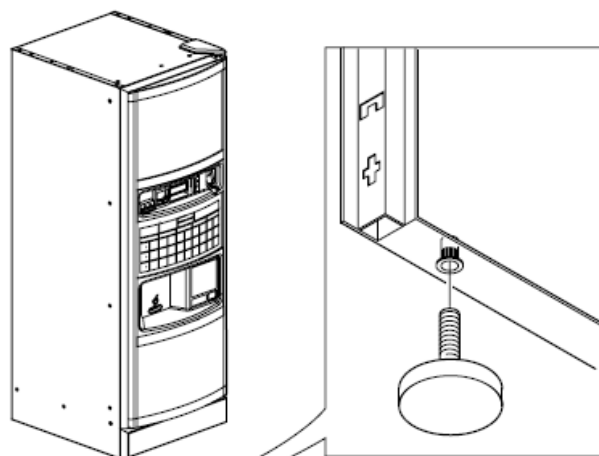

Рис. 3.5
- Уберите поддон и вставьте 4 ножки в резьбовые отверстия (Рис. 3.5), освобожденные от винтов (А)